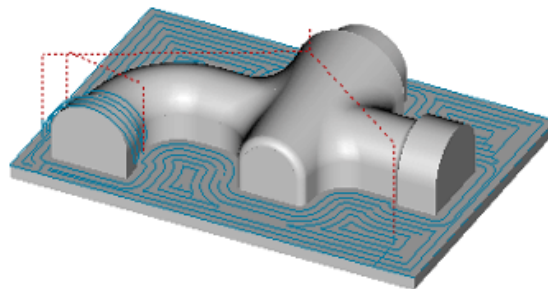

Рисунок 5.8 – Схема траєкторії руху інструменту при чорновій обробці
2. При виконанні команди «Процессор» буде показана траєкторія руху інструментів (рис. 5.8) і з'явиться діалог «Процессор» з повідомленням «Успешное выполнение». Натисніть кнопку «ОК».